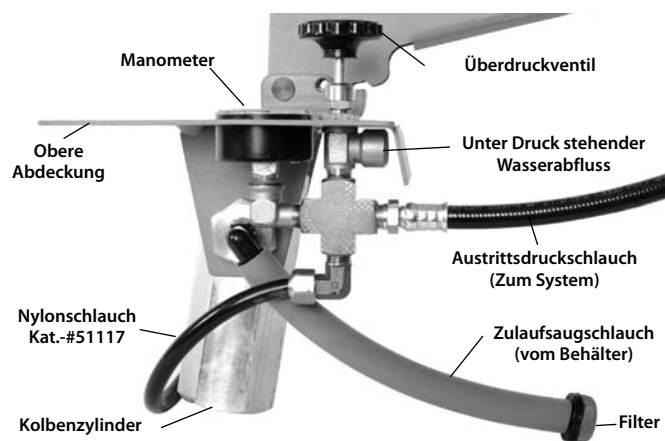

Abbildung 2 – Pumpenkomponenten
**HINWEIS** Den Druck genau überwachen, um Überschreitungen des Prüf-/Nenndrucks zu vermeiden. Drücke über dem Nennwert von 725 PSI (50 Bar) führen zu Schäden an der Pumpe. In der Regel reißt der Nylonschlauch (Abbildung 2), sodass die anderen Systemkomponenten geschützt werden.